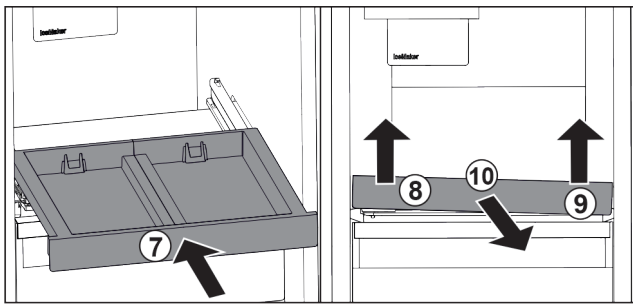

Fig. 102
- ▶ Вставити витяжну панель. Fig. 102 (7)
- ▶ Підняти витяжну панель спереду ліворуч. Fig. 102 (8)
- ▶ Підняти витяжну панель спереду праворуч. Fig. 102 (9)
- ▶ Витяжну панель витягнути вперед. Fig. 102 (10)